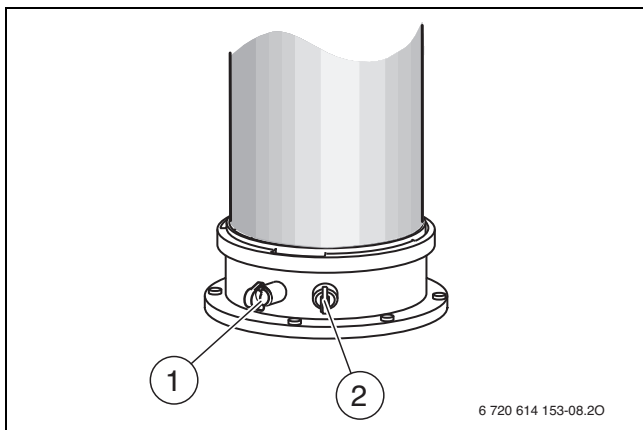

Bild 119 Abgasmessstutzen und Verbrennungsluft-Messstutzen
- Stopfen am Verbrennungsluft-Messstutzen (→ Bild 119, [2]) entfernen.
- Stopfen am Abgasmessstutzen (→ Bild 119, [1]) entfernen.